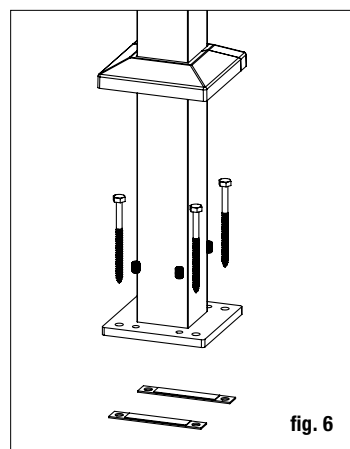

fig. 6
**Étape 4** Repositionnez l'ensemble du poteau avec la plaque de nivellement insérée entre la terrasse et la base du poteau, et alignée avec les trous pré-perçés. Insérez les fixations du poteau (**NON COMPRIS**) et serrez partiellement. À l'aide d'un niveau, ajustez le nivellement des vis de calage à l'aide d'une clé Allen de 4,8 mm (3/16 po) jusqu'à ce que le poteau soit à la verticale. Serrez entièrement les attaches de fixation du poteau pour fixer la base à la structure de la terrasse. *Remarque : Il est recommandé d'utiliser des vis tire-fond de 7,9 mm x 10 cm (5/16 po x 4 po) ou plus.* (fig. 6)